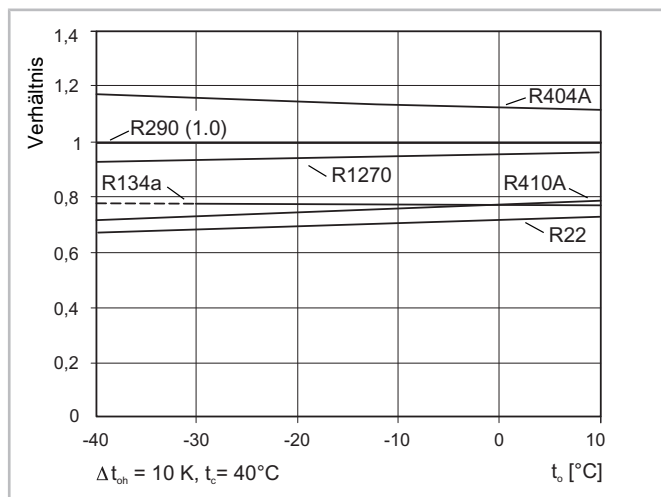

Abb. 6: Flüssigkeitsvolumenstrom verschiedener Kältemittel im Vergleich zu R290 bei identischer Kälteleistung
- Identische Dimensionen der Flüssigkeitsleitung wie bei R22 (höherer Flüssigkeitsvolumenstrom aber geringerer Druckabfall durch niedrigere Dichte), siehe Abbildung 6, Seite 7.